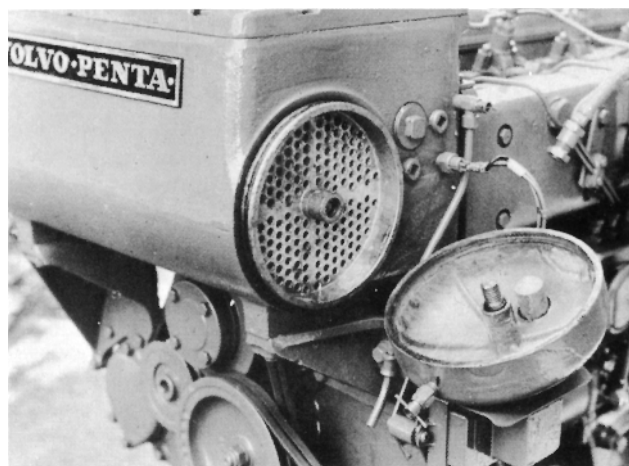

Fig. 150. Oljekylare, marinmotor
1. Lossa båda gavlarna och ta ut insatsen (se fig. 150).